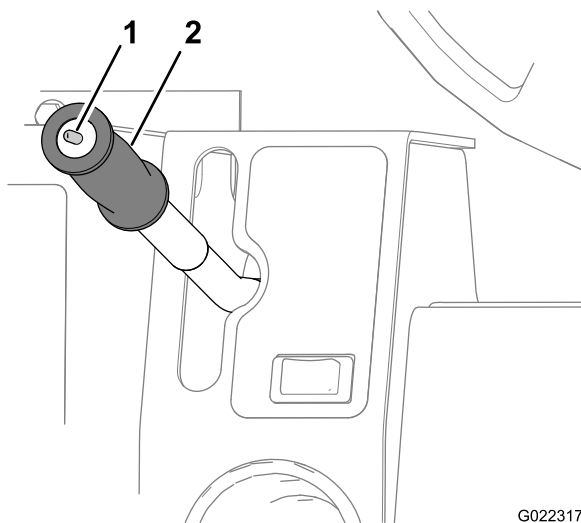

Figure 27
Cet interrupteur à bascule (Figure 27) commande le mode du moteur hydraulique et a 2 positions : transport et travail. Sélectionnez la position d'utilisation voulue. Poussez le sélecteur vers l'arrière (vers vous) pour sélectionner la vitesse de travail (W) ou poussez le sélecteur vers l'avant (loin de vous) pour sélectionner la vitesse de transport (I).